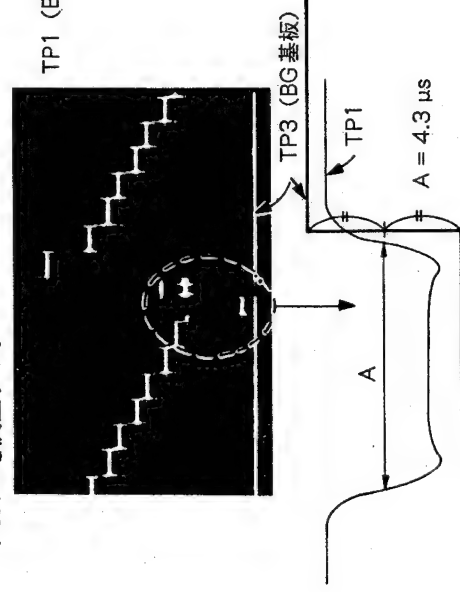

図 7-1
3. 図7-1のように、A の幅が  $4.3 \mu\text{s}$  になるように BJ 基板の RV8 を調整する。